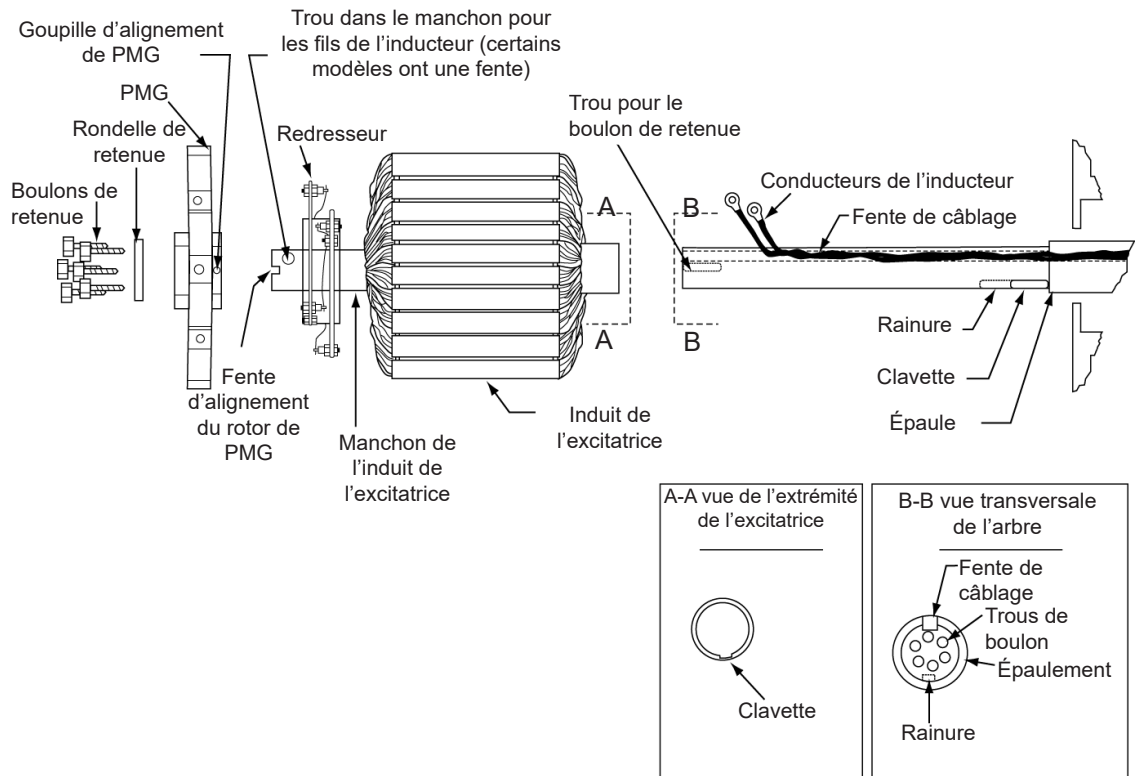

Figure 24 Induit de l'excitatrice
Voir la Figure 24.
4. Si le générateur dispose d'un rotor du PMG, tirez dessus manuellement pour le dégager. Enveloppez le rotor du PMG de plastique afin d'éviter toute contamination avec la limaille de métal. Avis : Certains groupes de PMG intégrés utilisent un écrou de blocage pour fixer le rotor du PMG. Voir la Figure 24. Pour retirer le rotor du PMG muni d'un écrou de blocage :